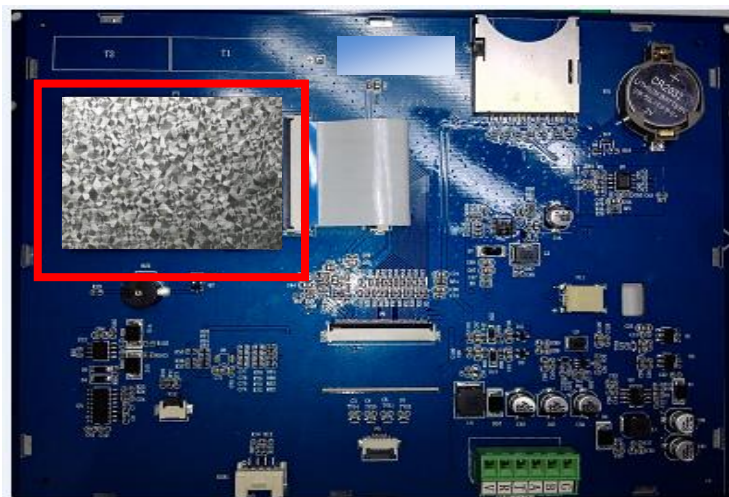

图 14： LT768x 及 MCU 加上金属罩接地
- LT768x 及 MCU 加上金属罩接地 (如图 14) 。